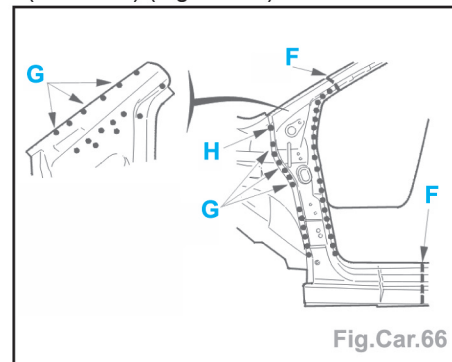

Fig.Car.66
- Souder par cordons successifs au MIG (suivant **F**) (Fig.Car.66).